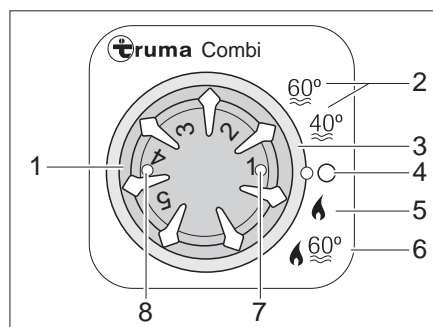

Bild 110 Bedieneinheit für Heizung/Boiler
*Betriebsart wählen:* ■ Betriebsart mit dem Drehschalter (Bild 110,3) einstellen.
**Winterbetrieb** Die Heizung wählt nach eingestellter Heizstufe selbstständig die benötigte Brennerstufe. Bei Betriebsart "Heizung und Boiler" (Bild 110,6) wird auch das Wasser im Boiler erhitzt. Die Heizung kann in der Betriebsart "Heizung ohne Boiler" (Bild 110,5) mit leerem Boiler betrieben werden.
- Temperaturdrehknopf (Bild 110,1) an der Bedieneinheit auf gewünschte Heizstufe stellen.
- Drehschalter (Bild 110,3) auf Winterbetrieb "Heizung ohne Boiler" (Bild 110,5) oder auf Winterbetrieb "Heizung und Boiler" (Bild 110,6) stellen.
Grüne Kontroll-Leuchte (Bild 110,7) leuchtet.
- Drehschalter (Bild 110,3) auf "O" (Bild 110,4) stellen.
Die Kombination Gasbetrieb und 230-V-Elektrobetrieb verkürzt die Aufheizzeit (nur möglich, wenn die Heizung an der Bedieneinheit (Bild 110) auf Winterbetrieb gestellt ist).